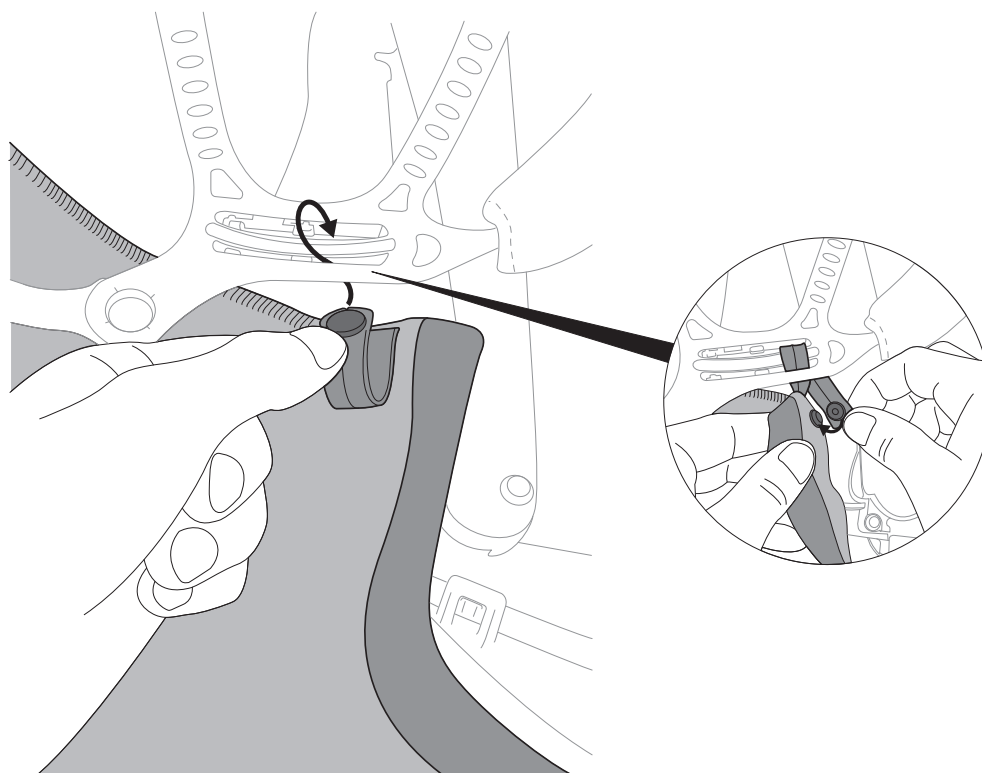

Fig. 29f
- e. Engancha la protección lateral derecha e izquierda que encaja elástico alrededor de los rieles de deslizamiento de la suspensión del cabezal y encájalos en su lugar (Fig. 29f).